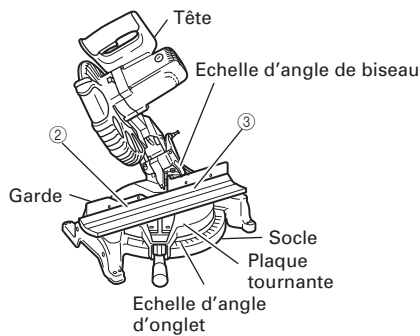
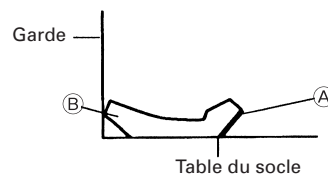

Fig. 27
Fig. 29
(2) Réglage de coupe en corniche complexe aux positions ② et ③ de la Fig. 25 (voir Fig. 27 ; incliner la tête vers la gauche) :
- ① Tourner la plaque tournante vers la droite et régler l'angle d'onglet comme suit :
- ② Incliner la tête vers la gauche et régler l'angle de biseau comme suit :
- ③ Disposer la corniche complexe de façon que la surface supérieure (B sur la Fig. 24) touche la garde comme indiqué à la Fig. 29.